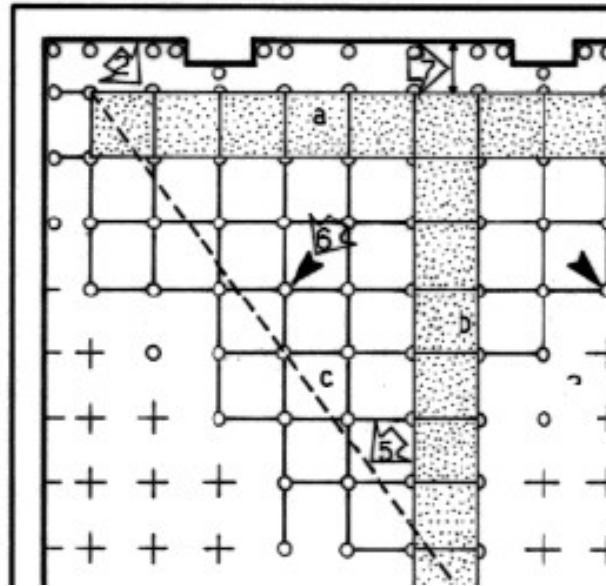

Fig 3
4. Asezarea panourilor se va face pentru a obtine o forma de T incepand cu primul rand, pe cele 2 axe perpendiculare (fig.3).
5. Se va verifica perpendicularitatea asezarii panourilor (fig.3).